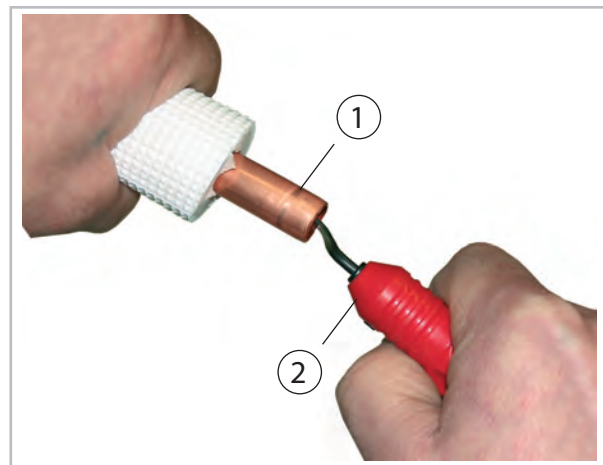
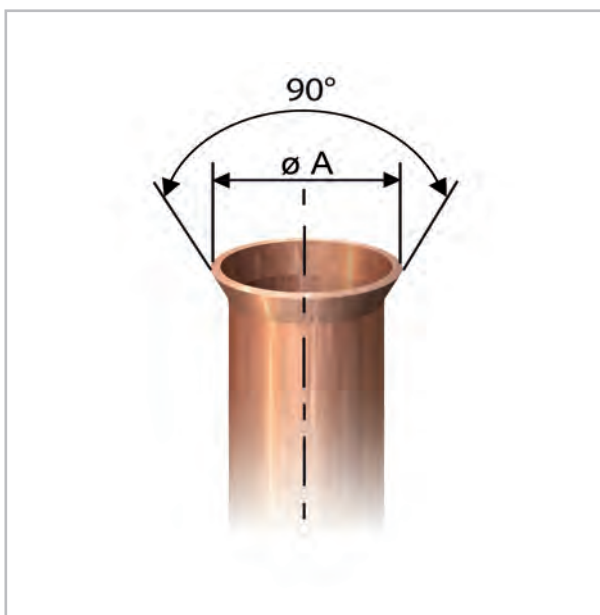

Abb. 76: Entgraten der Kältemittelleitung
Abb. 78: Korrekte Bördelform
- Zur Erstellung der Anschlüsse an die Module müssen die Kupferrohre mit einem Bördel versehen werden. Dabei ist auf eine korrekte Form des Bördels und passende Überwurfmutter (im Lieferumfang) zu achten (Abb. 76 bis Abb. 78).